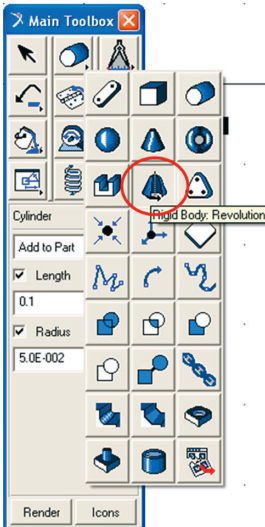

Figura 3.75(a) –
- Na parte inferior dessa caixa de diálogo selecione as opções *Closed* e *Analytical*. No primeiro campo, selecione *New Part* e, no campo *Create by picking*, selecione *Points*, conforme ilustrado na Figura 3.75(b).